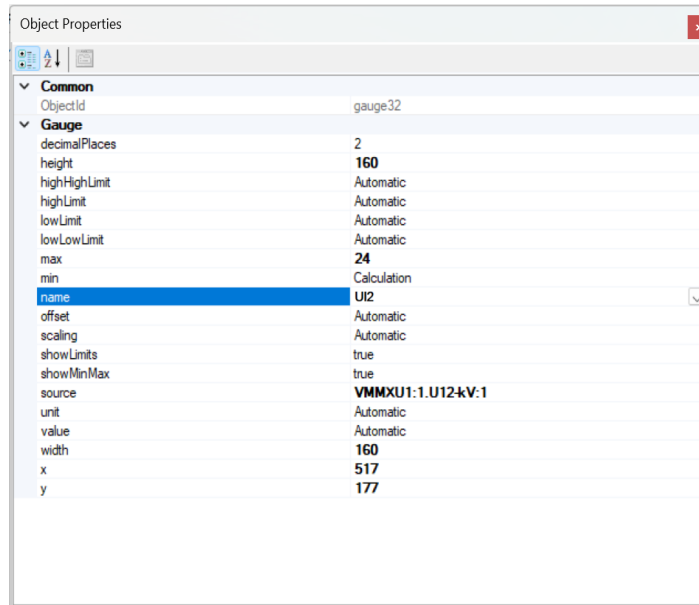

Imagen 161_Selección de nombre para la medición de voltaje.
3.23 Y el nombre será en la opción “name” y le sigamos el nombre de “UI2” como en la **Imagen 161**.